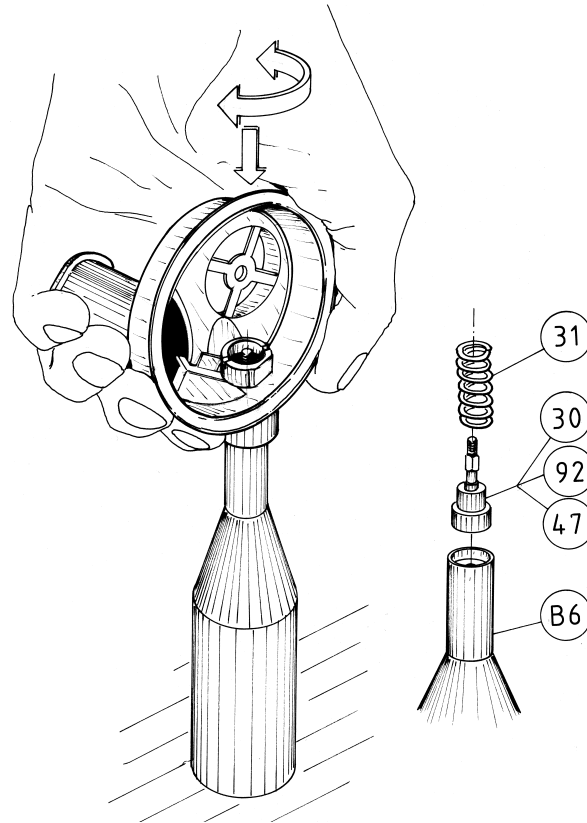

FIG. 1
10. Con la llave especial (B-12) destornille la tuerca de regulación (33) de la varilla de la válvula (30), quitando la leva de regulación (35), la arandela (34) y el muelle (31). (Fig. 1)
3. Monte la pastilla(47).en el cuerpo de la válvula (30).
4. Coloque en la herramienta especial (B-6) la válvula de la 2ºetapa completa y el muelle correspondiente (31).
5. Ejerciendo una ligera presión, instale correctamente la válvula de la 2ºEtapa con el muelle correspondiente en el manguito de la boca de la caja de la 2ºEtapa. (Fig. 1)